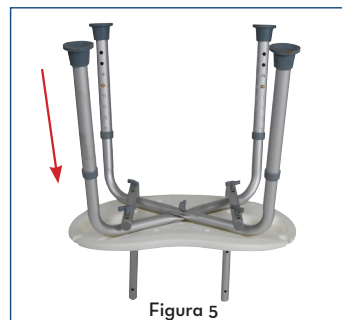

Figura 5
6. Inserte las piernas (G) en los marcos de las piernas apretando los contactos del empuje, piernas deslizándose sobre el receptáculo y el establecimiento a la altura deseada. Asegúrese de que todas las patas se ajustan a la misma altura (Figura 5).